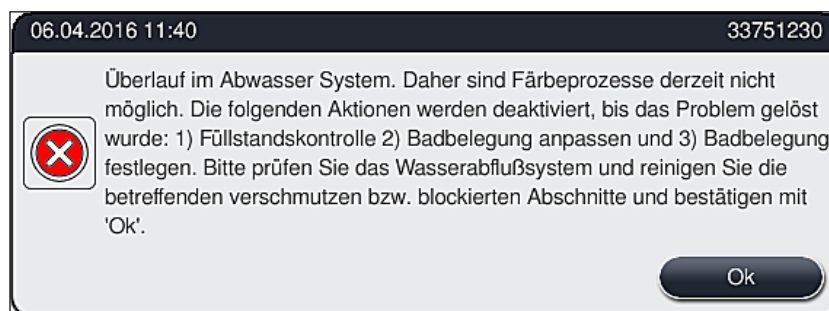

Abb. 118
Durch eine Blockade des Wasserablaufsystems (im Ablaufsieb (→ "Abb. 96-1") oder im Abflussschlauch (→ "Abb. 7-1") kann es zu einem Wasseranstieg in der Ablaufwanne kommen. Hierdurch kann ein kritischer Wasserstand im Gerät erreicht werden. Der Benutzer wird durch eine Fehlermeldung (→ "Abb. 118") auf dem Bildschirm und einen Alarmton darauf aufmerksam gemacht.
1. Bei Auftreten der Warnmeldung (→ "Abb. 118") die Gerätehaube öffnen.